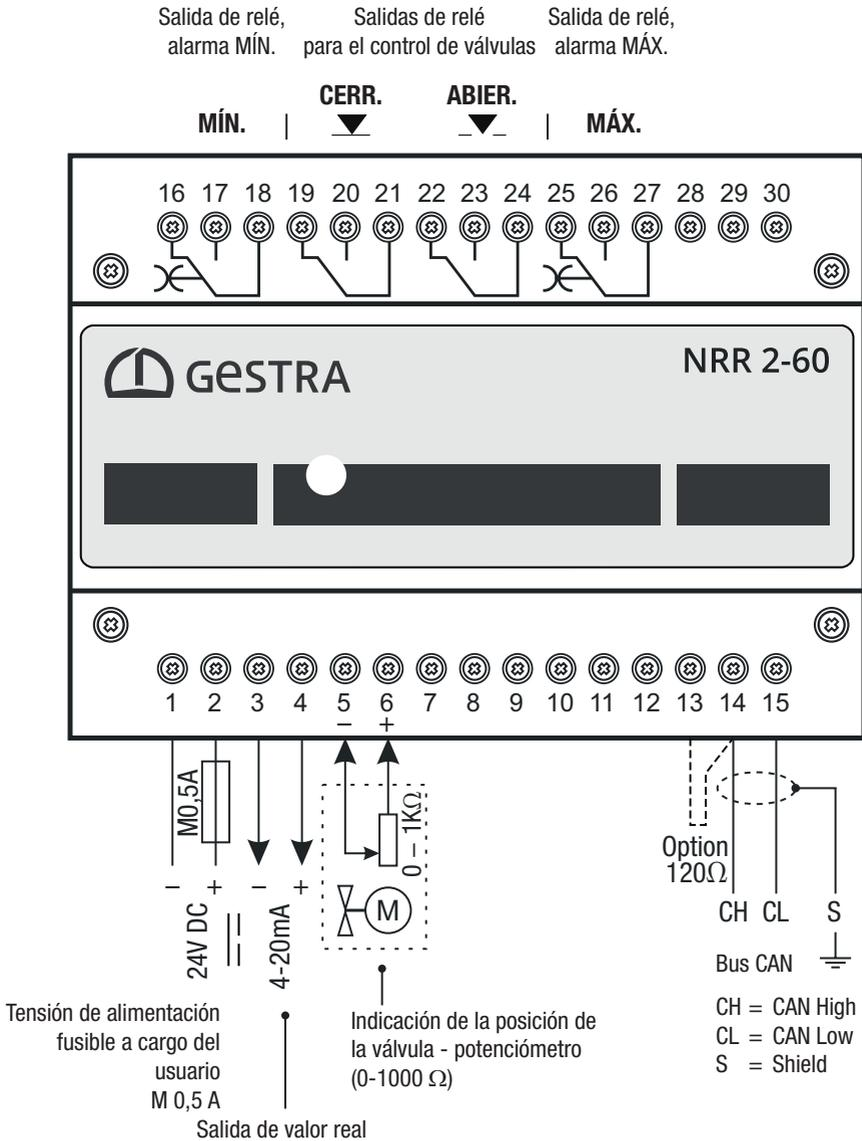
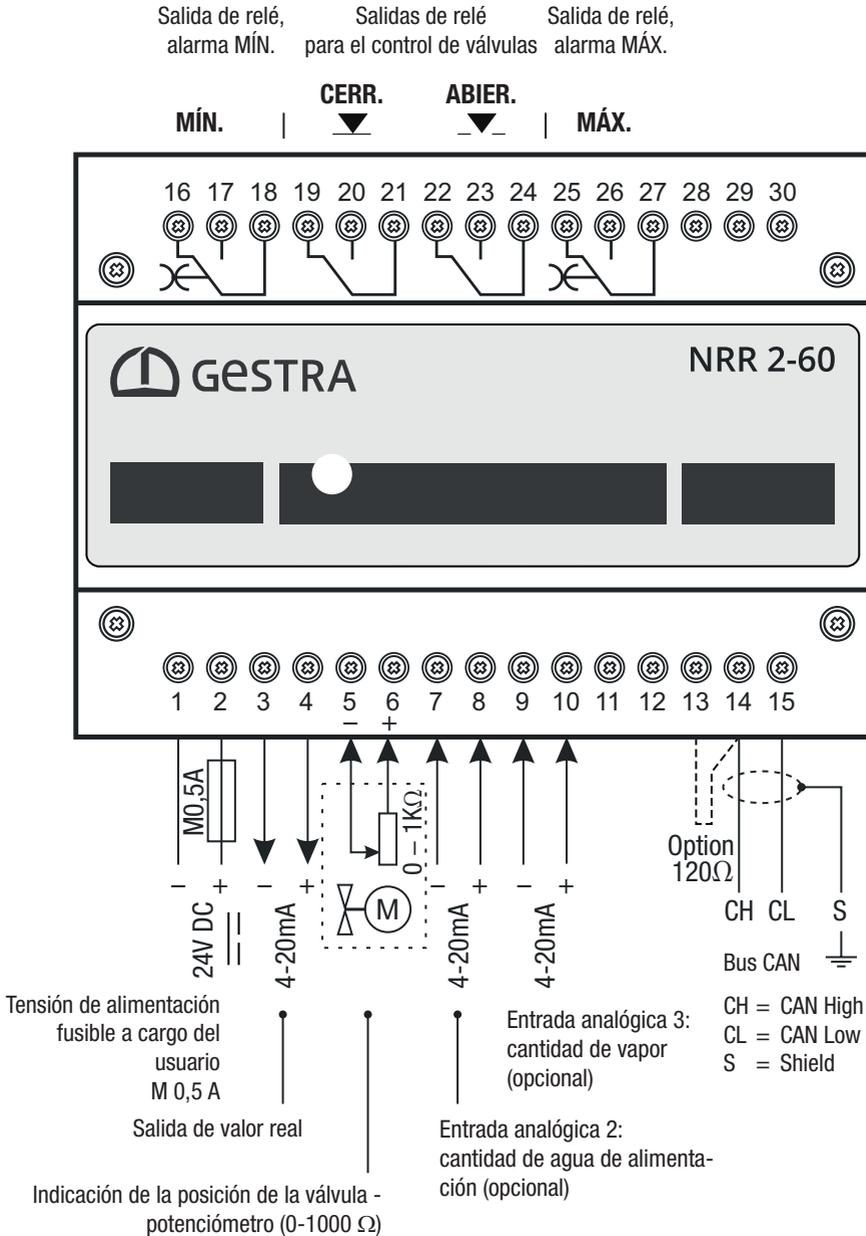

Fig. 6
Fig. 7
- Conecte el regulador de nivel y todos los componentes correspondientes conforme a los esquemas de conexiones Fig. 6/ Fig. 7 de este manual.
- Conecte las salidas conforme a los esquemas de conexiones, Fig. 6/ Fig. 7.